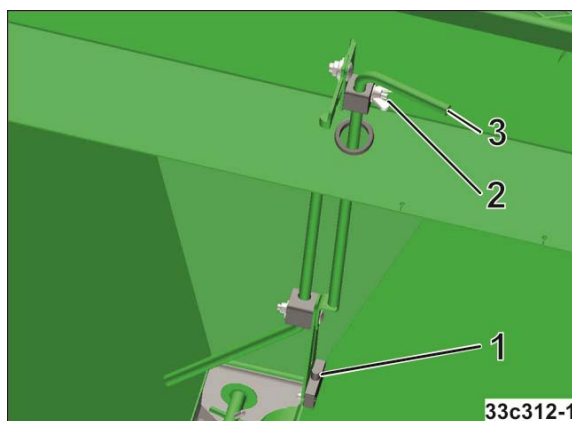

Fig. 64
1. Desserrer l'écrou à ailettes (Fig. 64/2).
2. Régler la hauteur du capteur de niveau de remplissage (Fig. 64/1) en fonction de la quantité de la quantité résiduelle de produit dosé sur la poignée (Fig. 64/3).